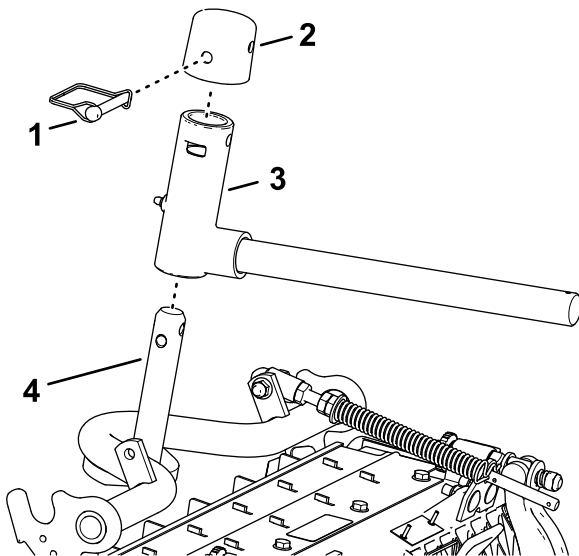

Bild 18
2. Montieren Sie das Gelenkjoch auf die Trägerrahmenwelle (**Bild 18**).